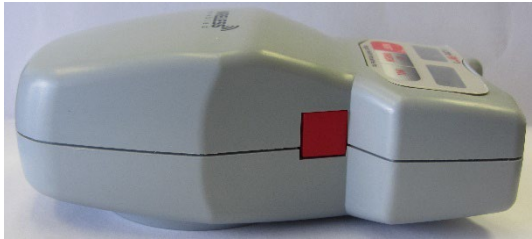

Figura 3. Interruptor de ciclo del inclinómetro
- Modo de prueba muscular (MT):
- Interruptor de ciclo del inclinómetro: Botón rojo que se encuentra a un lado del dispositivo. En el modo de prueba de inclinómetro, este botón se utiliza para capturar y desplazarse para capturar lecturas de ángulos (consulte la Figura 3).